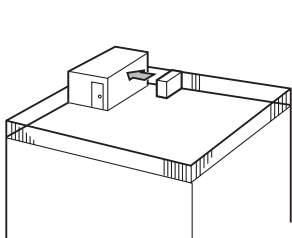

Fig. 2-4
- (1) Coloque la salida de aire de frente a la pared más próxima a una distancia de unos 500 mm de ella. (Fig. 2-4)